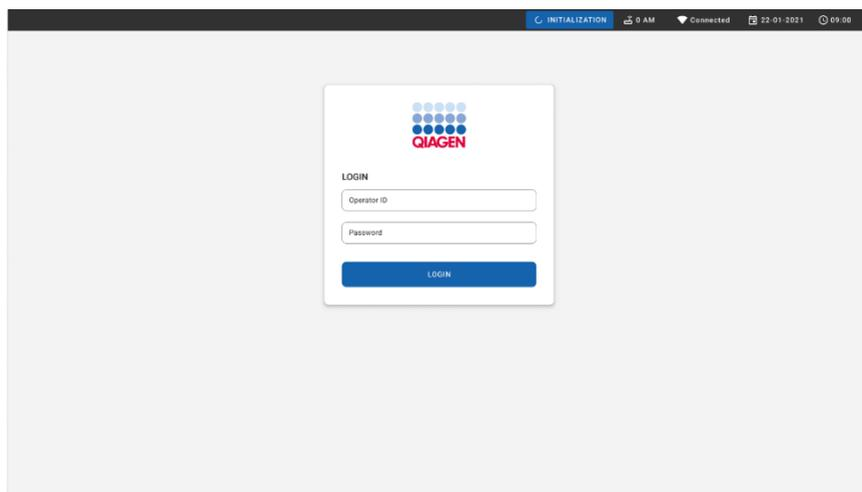

Figure 50. Écran Log-in (Connexion).
3. Connectez-vous au système quand l'écran de connexion apparaît (figure 50).